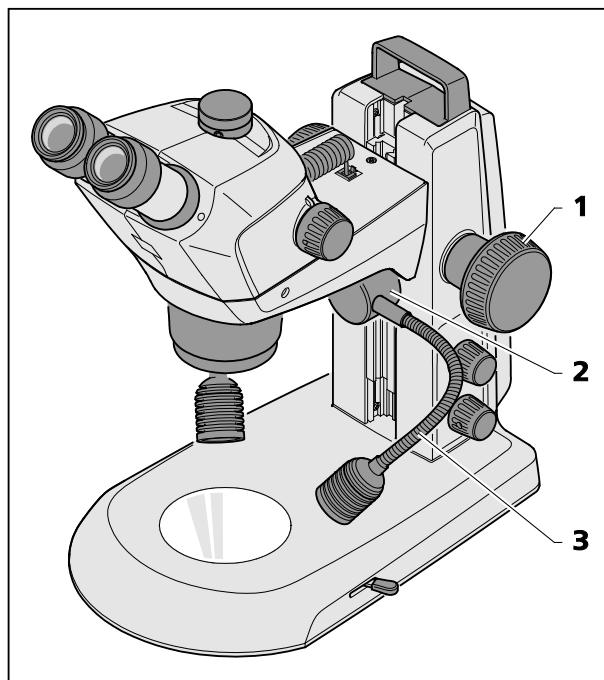

図 22 ダブルスポットライト
- 焦点調節ノブ（図 22/1）を使って、顕微鏡本体を一番上の位置に移動させます。ガイドに挿入したダブルスポットライト（図 22/2）を希望の高さにスライドさせます。
- 両方のスワンスリーブ（図 22/3）を曲げて、対象が最適に照らされるようにスポットを調節します。